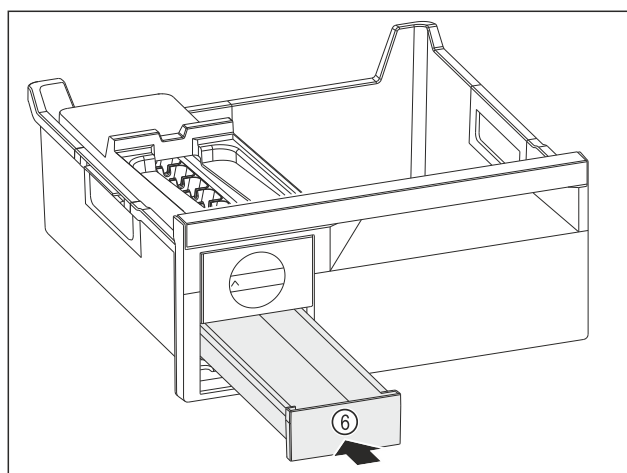

Fig. 217
- Insérer le compartiment à glaçons Fig. 217 (6).